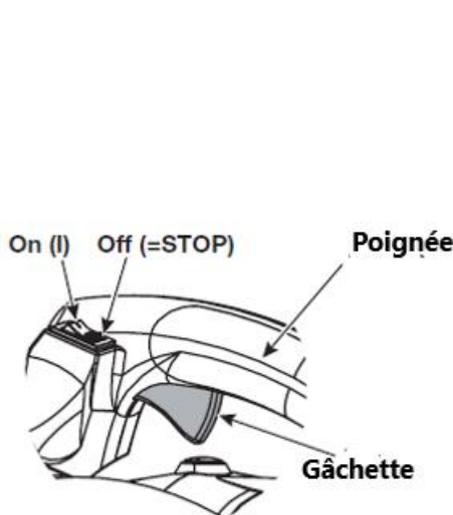

Fig. 9
**Remarque :** Il n'est pas nécessaire d'allumer l'appareil. L'interrupteur Marche/Arrêt est en position MARCHÉ (I) en tout temps (Fig. 9).